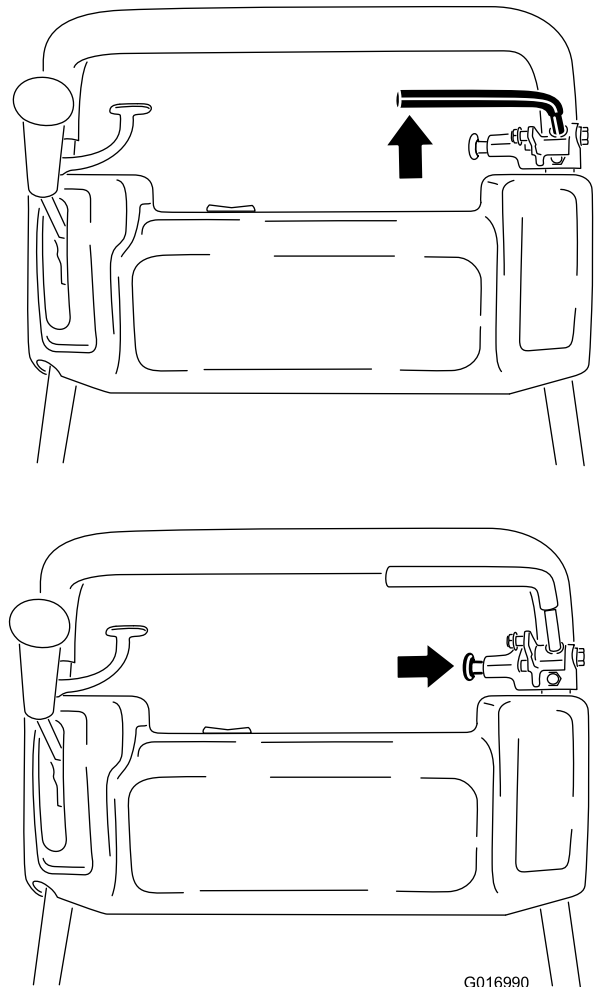

Figura 37
1. Accione el freno de servicio, empuje el pomo del freno de estacionamiento y deje que el freno de servicio descansa sobre el pasador del freno de estacionamiento (Figura 37).